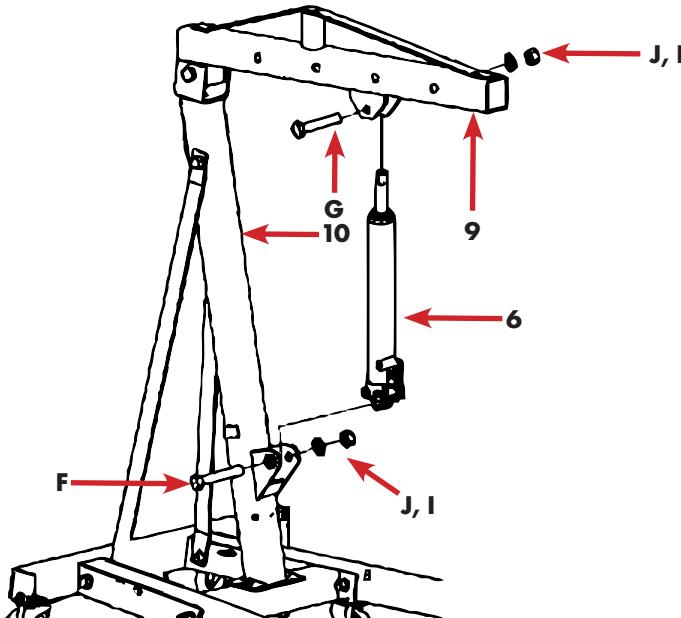

Fig.14
- Poser le vérin hydraulique sur l'orifice le plus bas du bras de support, comme illustré sur la Fig. 14.
Légende figure 14 (voir aussi page ab15, figure 2 et tableau 1)